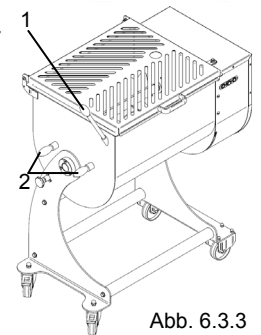
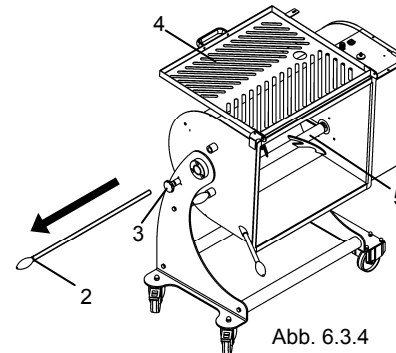

Abb. 6.3.3
Abb. 6.3.4
- Den Handgriff der Umkippstange erfassen und die Wanne waagrecht halten „1“ Abb. 6.3.3.
- Die Bolzen der Schaufeln loslösen und abziehen „2“ Abb. 6.3.3. und „2“ Abb. 6.3.4
- Den Fixier-Kugelgriff der Wanne im Gegenuhrzeigersinn drehen „3“ Abb. 6.3.4
- Nach Auslösen kann die Wanne gedreht werden, dazu die Umkippstange ziehen „1“ Abb. 6.3.3.
- Schutzgitter öffnen „4“ Abb. 6.3.4, dann die Schaufeln abnehmen.
- Die Schaufeln einzeln ergreifen „5“ Abb. 6.3.4 und nach außen ziehen, um sie loszulösen.